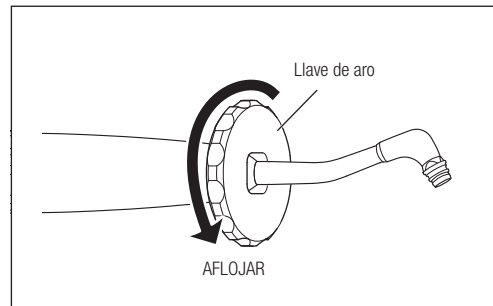

Fig. 39
- 1) Con la llave de aro suministrada en el extremo de la boquilla, afloje la boquilla y extráigala de la pieza de mano (Fig. 39).